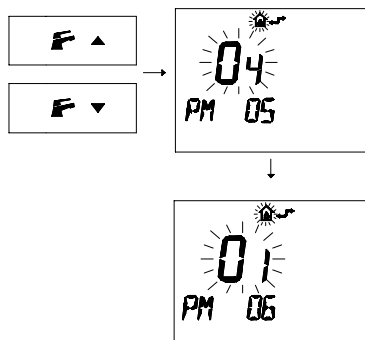

Figura 8.13
*Tipo gas secondo livello* (Figura 8.13)